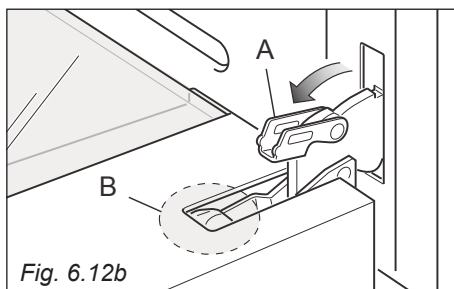

Fig. 6.12b
- Aprire completamente la leva "A" delle cerniere destra e sinistra (fig. 6.12b).
- Socchiudere dolcemente la porta (fig. 6.12c) fino a quando le leve "A" delle cerniere destra e sinistra si agganciano alla parte "B" della porta (fig. 6.12b).
- Aprire completamente la leva “A” delle cerniere destra e sinistra (fig. 6.12b).
- Socchiudere dolcemente la porta (fig. 6.12c) fino a quando le leve “A” delle cerniere destra e sinistra si agganciano alla parte “B” della porta (fig. 6.12b).